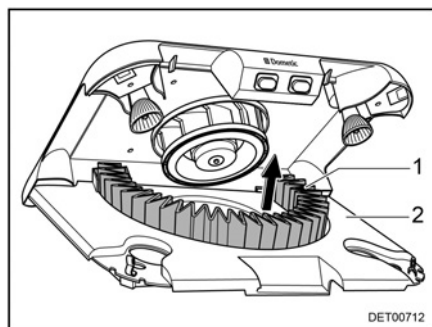

Bild 121 Byta aktivt kolfilter
- Ta ut det aktiva kolfiltret (Bild 121,1) uppåt från hållaren.
- Sväng upp filterhållaren (Bild 121,2) tills den hakar fast.